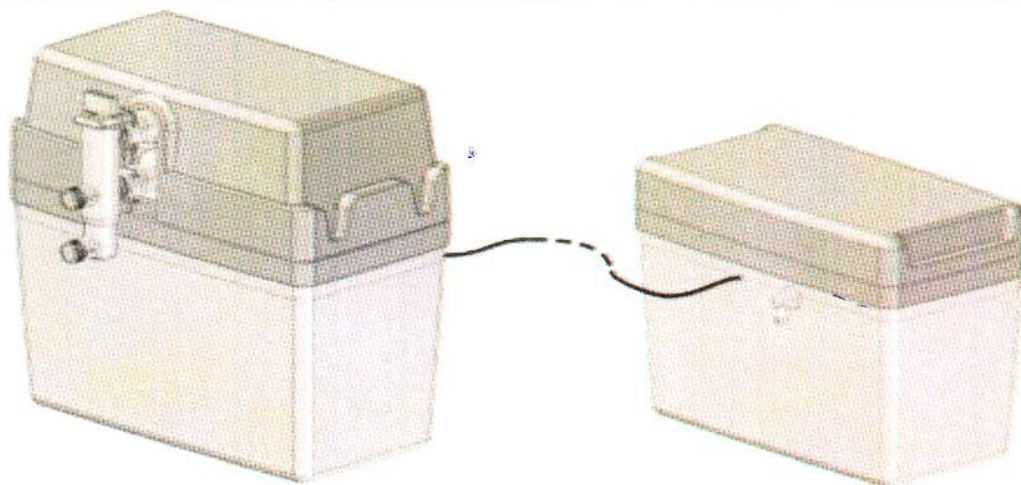

Рис. 21. Расположение крышки.
5.8 Оденьте крышку на установку (Рис. 21).